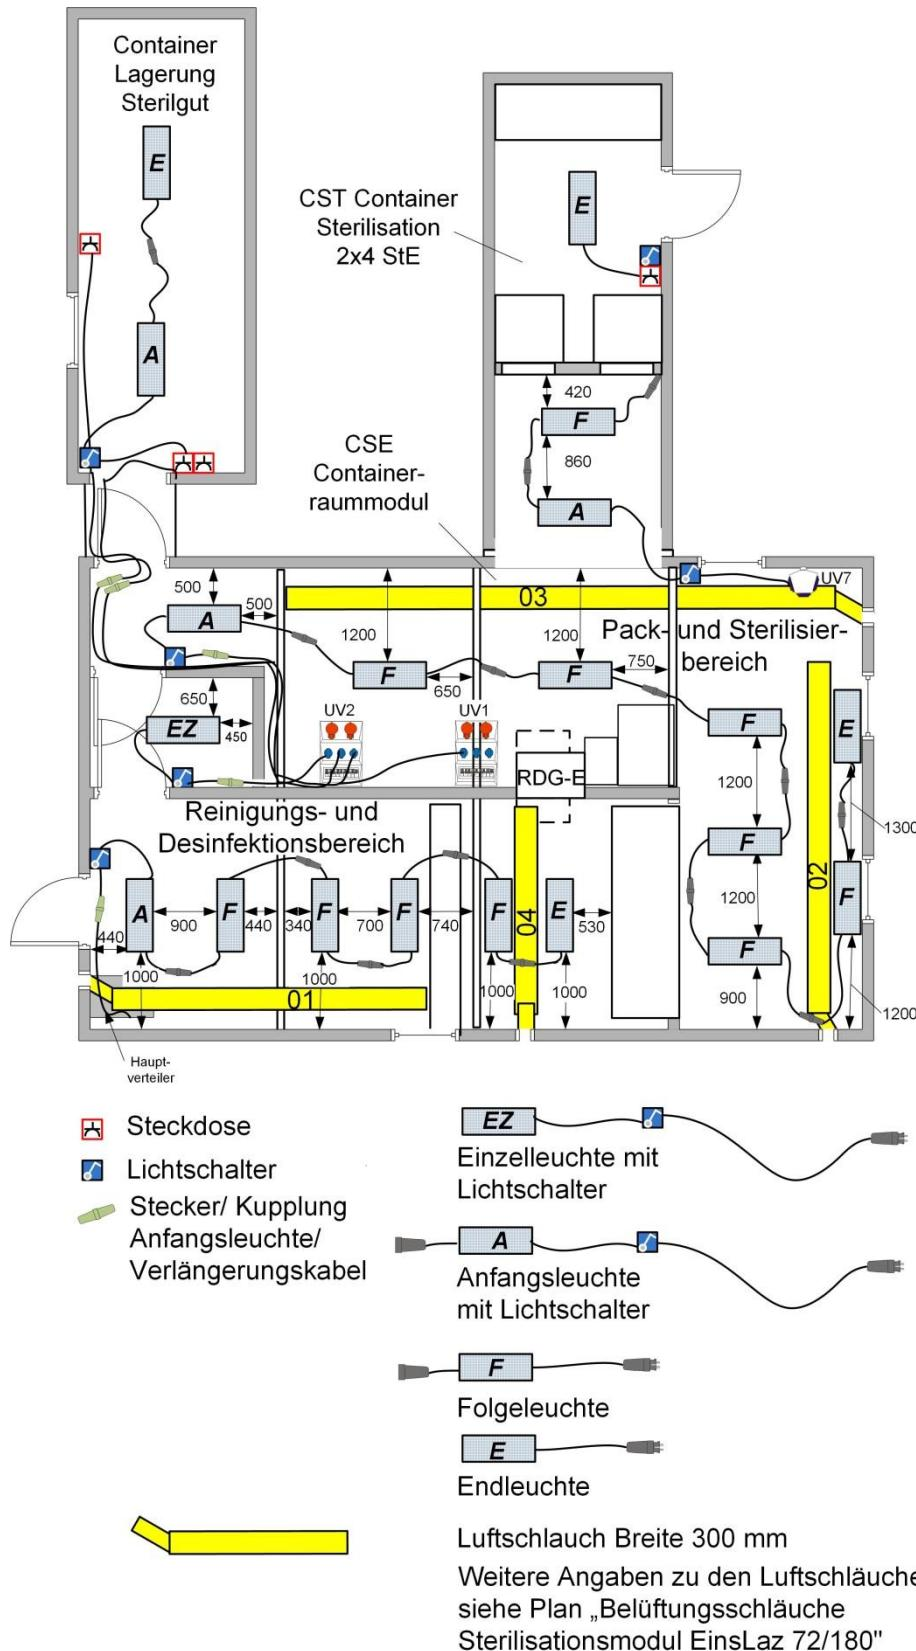

Abb. 2: Deckenbeleuchtung im Sterilisationsmodul EinsLaz
- ◆ Platzieren Sie die Leuchten gemäß Abb. 2: und stellen Sie die Steckverbindungen zwischen den Lampen her.
- ◆ Stecken Sie das Anschlusskabel der Anfangsleuchte an der Steckdose (1) an. Platzieren Sie den Lichtschalter rechts vom Durchgang (3).
- ◆ Führen Sie das Anschlusskabel (2) der Steckdose (1) aus dem Container Lagerung Sterilgut heraus. Verbinden Sie es mit dem Verlängerungskabel Schuko 9,5 m und verlegen Sie das Verlängerungskabel unter der Decke zur Unterverteilung UV1 (siehe Abb. 2:).
- ◆ Führen Sie das Anschlusskabel (4) der Steckdose (5) aus dem Container Lagerung Sterilgut heraus und verbinden es mit dem Verlängerungskabel Schuko 9,5 m. Verlegen Sie das Verlängerungskabel unter der Decke zur Unterverteilung UV2 (siehe Abb. 2:).
- ◆ Verbinden Sie das Anschlusskabel der Anfangsleuchte Pack- und Sterilisierbereich mit dem Verlängerungskabel Schuko 6,5 m. Verlegen Sie das Verlängerungskabel unter der Decke zur Unterverteilung UV2 (siehe Abb. 2:).
- ◆ Verbinden Sie das Anschlusskabel der Einzelleuchte in der Personenschleuse mit dem Verlängerungskabel Schuko 2,5 m. Verlegen Sie das Verlängerungskabel durch die Wanddurchführung in den Reinen Bereich zur Unterverteilung UV2 (siehe Abb. 2:).